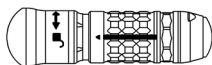

Figura 1
- Suavemente, utilize uma escova para limpar as canulações do dispositivo de fixação enquanto está submerso na solução de limpeza. Utilize uma escova de limpeza de dispositivos de fixação para todos os dispositivos de fixação, excepto MA-D20-G1 e mangas de rolamento dos dispositivos de fixação de acesso mínimo. Utilize uma escova de limpeza de pequeno diâmetro para MA-D20-G1 e mangas de rolamento dos dispositivos de fixação de acesso mínimo. Se o dispositivo de fixação contiver uma manga de libertação (Figura 1), desloque a manga e escove a área exposta.
- Manipule quaisquer peças móveis, como mangas de libertação (Figura 1).